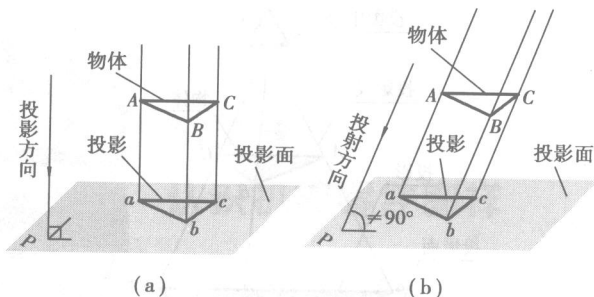

图 2.2 平行投影法
投影中心在无穷远处,投影线互相平行,这种方法得到的投影,叫平行投影法,如图 2.2 所示。
(1)斜投影。如图 2.2(a)所示。
(2)正投影。如图 2.2(b)所示。显然,正投影能真实地反映物体的形状和大小,并且,作图方便、准确,因此,正投影是机械制图的基本方法。在机械制图上,把投影叫视图。